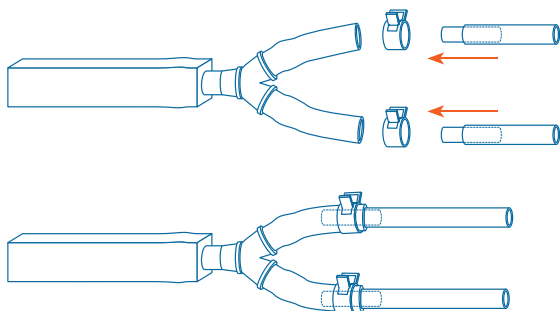

Рис. 4. Схема соединения трубок в тройник
- С помощью тройника (b) и металлических втулок (d) соедините нагревательные трубки (e) с соединительными трубками квадратного сечения (a) (рис. 4). Чтобы исключить кручение соединений, жестко закрепите их с помощью стальных хомутов (c).